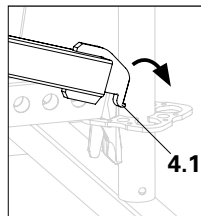

Fig. A1.11a
- Hæng krogen uden skyder (**4.1**) i rosetten og tryk den ned. (Fig. A1.11a + A1.11b)